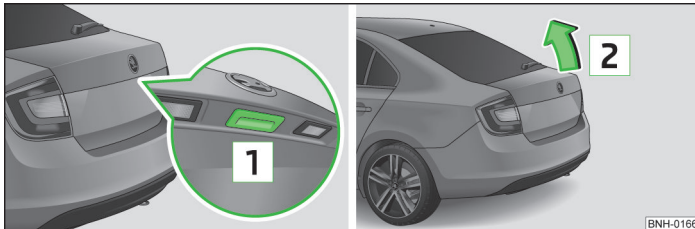

Abb. 18 Griff der Gepäckraumklappe
- Die Taste im Griff **1** » Abb. 18 drücken und die Klappe in Pfeilrichtung **2** anheben.